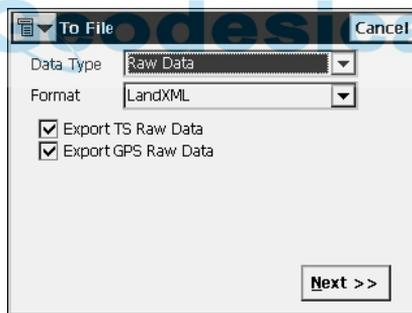

Figura 2-128. Exportar Datos Brutos a LandXML
- Para *Datos Brutos*: FC-5, GTS-6, FC-6/GTS-7, LandXML, Datos Brutos TDS, Elementos de MOSS, o Cuaderno de campo (sólo para formato .fbk de estación total). Si elige LandXML o Datos Brutos TDS, seleccione el tipo de datos brutos a exportar: *Exportar Datos Brutos TS y/* o *Exportar Datos Brutos GPS* (Figura 2-128).